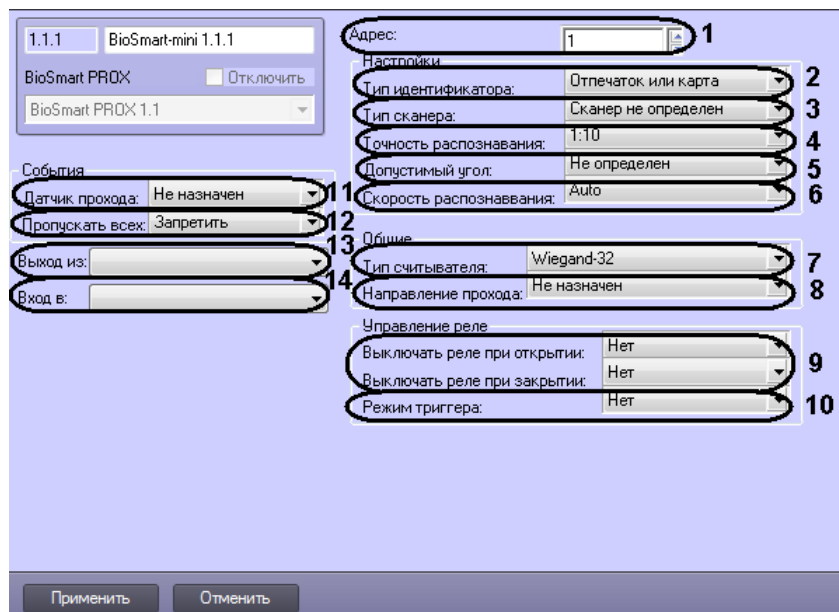

Рис. 3.5—1 Настройка считывателя BioSmart-mini
1. В поле **Адрес** указать адрес считывателя во внутренней сети *СКУД BioSmart* (Рис. 3.5—1, 1).
2. Из раскрывающегося списка **Тип идентификатора** выбрать режим прохода через данный считыватель (см. Рис. 3.5—1, 2).
3. Выбрать тип сканера, примененного в данном считывателе, из соответствующего списка (см. Рис. 3.5—1, 3).
4. Из списка **Точность распознавания** выбрать вероятность ложной идентификации по отпечатку (см. Рис. 3.5—1, 4). Рекомендуемое значение – **1/100000**.
5. Выбрать максимальный допустимый угол поворота отпечатку от оси сканера в градусах (см. Рис. 3.5—1, 5). Рекомендуемое значение – **30**.
6. Выбрать алгоритм распознавания отпечатков из списка **Скорость распознавания** (см. Рис. 3.5—1, 6). Чем выше скорость распознавания, тем больше вероятность ошибочного отказа в доступе. Рекомендуется использовать значение **Auto**, в этом режиме скорость определяются автоматически в зависимости от числа шаблонов отпечатков базе контроллера.
7. Выбрать тип карт доступа, который использует данный считыватель (см. Рис. 3.5—1, 7).
8. Выбрать направление прохода через данный считыватель из соответствующего списка (см. Рис. 3.5—1, 8).
9. При необходимости активировать выключение реле при открытии/закрытии двери (см. Рис. 3.5—1, 9).
10. Если необходимо активировать режим триггера для реле (реле меняет свое состояние каждый раз при успешном проходе) установить значение **Да** в соответствующем списке (см. Рис. 3.5—1, **10**).
11. Из списка **Датчик прохода** выбрать дискретный вход контроллера, в связке с событиями которого будет работать данный считыватель (см. Рис. 3.5—1, **11**).
12. При необходимости включить возможность пропуска по карте доступа RFID с любым кодом (см. Рис. 3.5—1, **12**).
13. Из раскрывающегося списка **Выход из** выбрать объект **Раздел**, расположенный со стороны входа через данный считыватель (см. Рис. 3.5—1, **13**).
14. Из раскрывающегося списка **Вход в** выбрать объект **Раздел**, соответствующий территории, расположенной со стороны выхода через данный контроллер (см. Рис. 3.5—1, **4**).